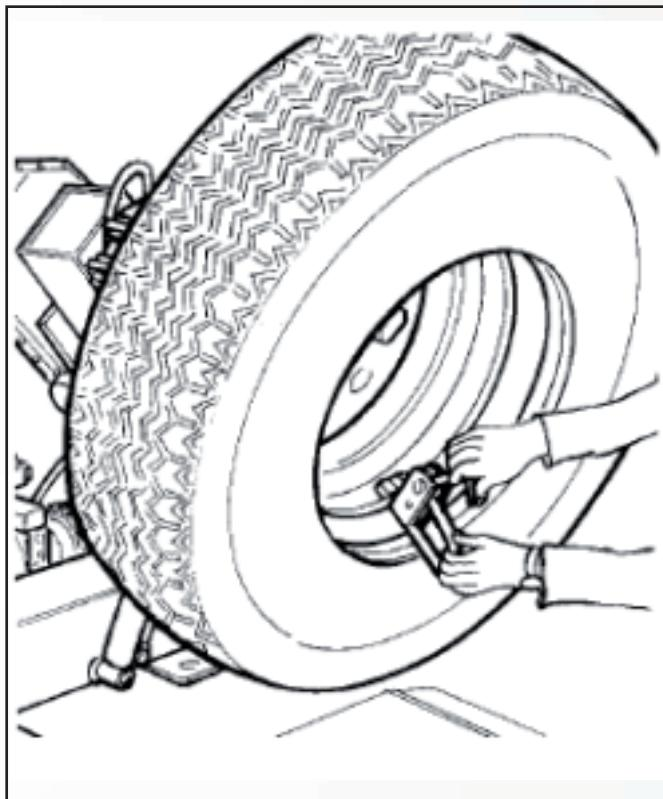

Рисунок 20
- 8) Снимите хомут и прикрепите его ко второму бортику внизу с внешней стороны (6 часов) (см. рис.20).
- 10) Прикрепите хомут ко второму бортику с внешней стороны (6 часов) (см. рис. 20).